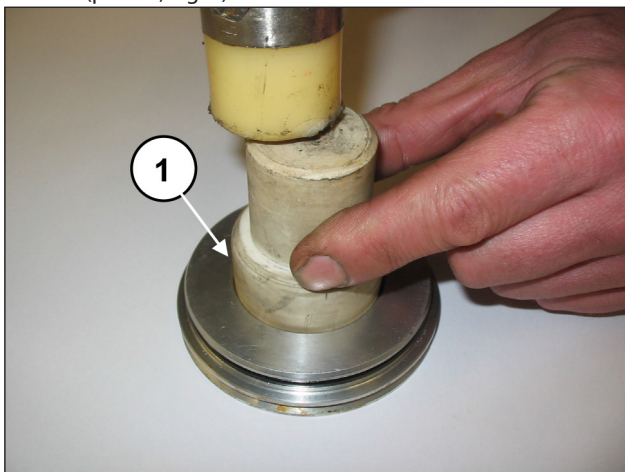
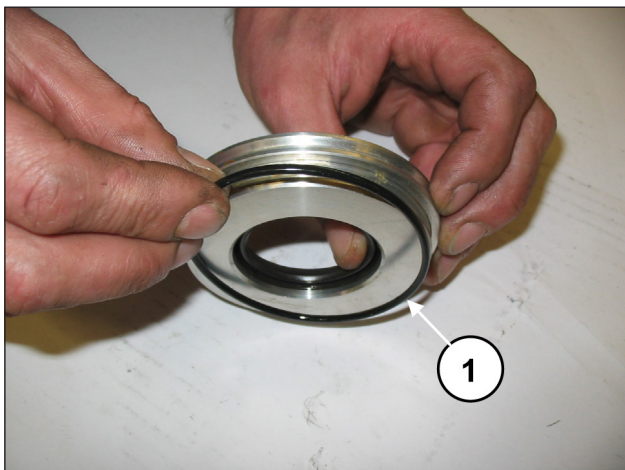

Fig. 6
Fig. 7
Estrarre l'anello di tenuta radiale (pos. ①, Fig. 6) e l'O-ring esterno (pos. ①, Fig. 7).